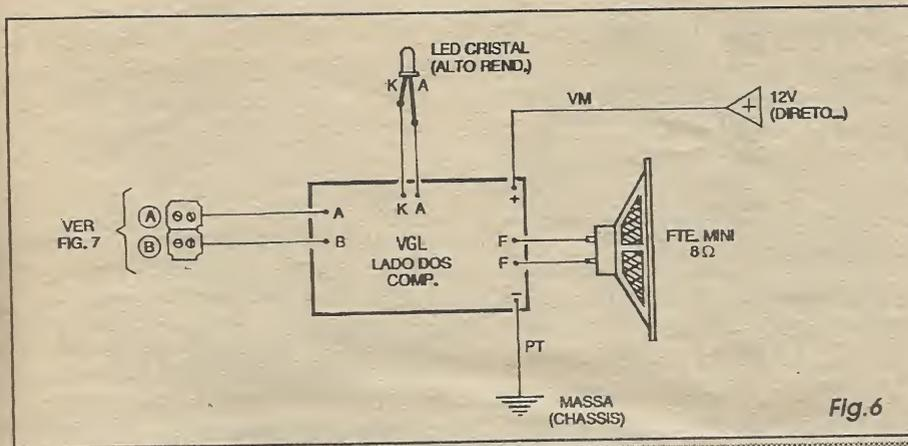

Fig. 6
**- FIG. 6 - CONEXÕES EXTERNAS À PLACA** - Vemos a plaquinha ainda pela sua face não cobreada, enfatizando-se as ligações *do impresso para fora*... Embora fáceis, tais conexões exigem também atenção e cuidado, nas suas identificações, polaridades, etc. O LED deve ter seus terminais de **anodo (A)** e **catodo (K)** ligados respectivamente aos pontos A e K do impresso, através de um par de fios finos